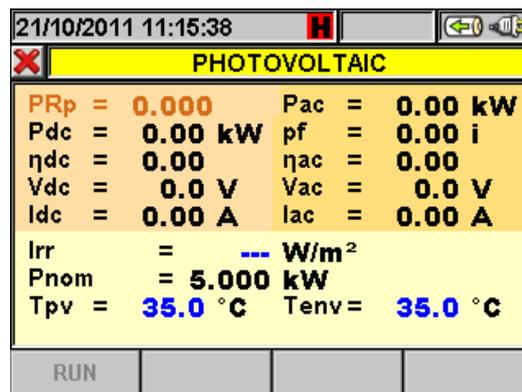

Abb. 4: Funktion HOLD aktiviert in einem Display
- ☞ Taste **HOLD**: Zur Blockierung der Aktualisierung von Werten auf allen Echtzeit-Bildschirmanzeigen („einfrieren der Werte“) und ebenso während einer Datenspeicherung. Jedes Mal, wenn eine Taste gedrückt wird, erscheint im Display das Symbol „H“, wie z.B. in Abb. 4: